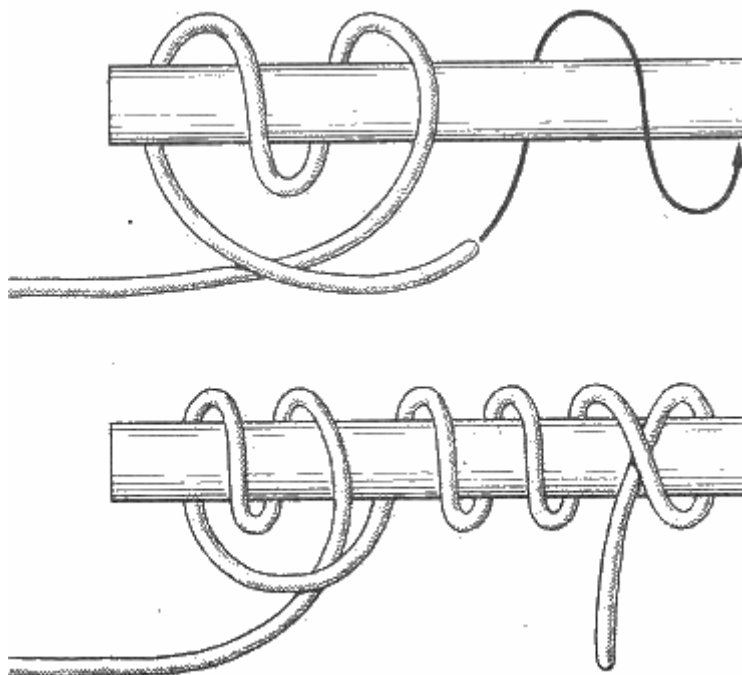

Рис. 60. Стопорный узел
**Стопорный узел** (рис. 60). При выполнении различных судовых работ на палубе иногда возникает необходимость задержать находящийся под натяжением трос. Это выполняется с помощью другого троса, прикрепляемого стопорным узлом к тросу, который нужно задержать. Если тяга троса, который нужно остановить, будет вправо, то ходовой конец стопорного троса кладут сверху троса шлагом влево, ютом делают еще шлаг и ходовой конец стопорного троса ведут навстречу первому и второму шлагам, в зажим их, а далее вправо вокруг троса в обвивку, делая еще один-два шлага, и в двух-трех местах кладут прочные схватки или закрепляют "под себя".